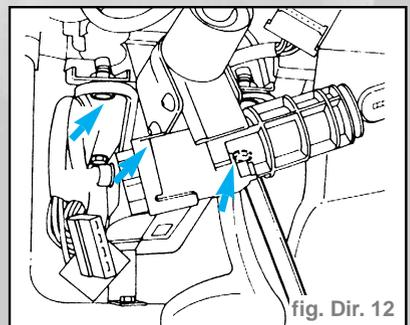

fig. Dir. 12
- Dévisser les vis de fixation du support colonne de direction à la coque et déposer la colonne avec le tronçon inférieur (fig. Dir. 12).